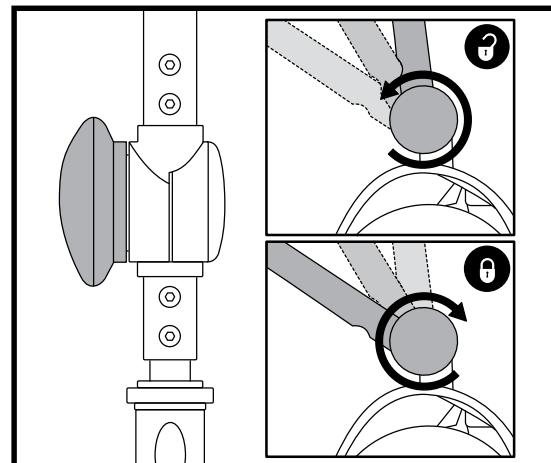

Figura 17. Regolazione manubrio
1. Tirare verso l'esterno la leva di scorrimento del sedile. **Vedere figura 17.**
L'inclinazione del bracciolo dello scooter è regolabile verso il basso o verso l'alto ruotando l'apposito selettore. **Vedere figura 17.**
1. Tirare verso l'esterno la leva scorrimento sedile (ubicata sul lato inferiore sinistro del sedile). **Vedere figura 17.**
La staffa accessoria montata posteriormente consente di collegare un accessorio personale, come un cestino, un portadeambulatore, o una bombola di ossigeno alla parte posteriore dello scooter. Utilizzare il perno di fermo per fissare in modo sicuro l'oggetto alla staffa accessoria. **Vedere figura 17.** Per dettagli rivolgersi al fornitore autorizzato.